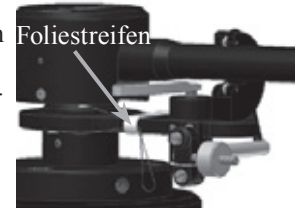

Abbildung 11
6. Entfernen Sie den Foliestreifen am Tonarm-Tragarm, um das Anti-Skate-Seil freizumachen. Siehe Abbildung 11.